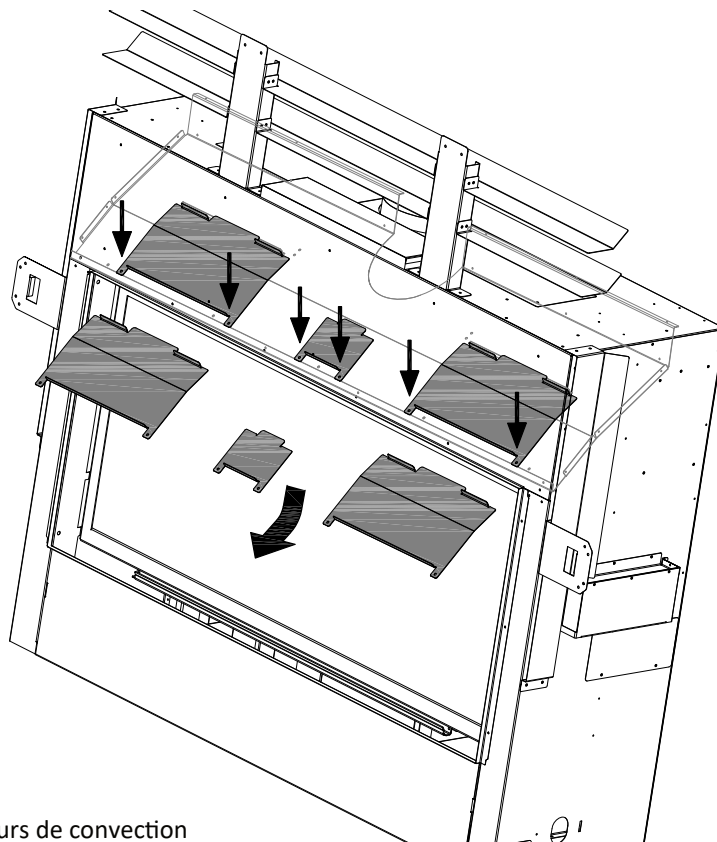

Figure 4.3 - Retrait des déflecteurs de convection
3. Repérez les (3) déflecteurs de convection montrés à la Figure 4.3. Il y a (2) vis de fixation à chaque déflecteur de convection. Retirez du foyer les vis et les déflecteurs de convection. Recyclez (ou jetez) les vis et les déflecteurs de convection.